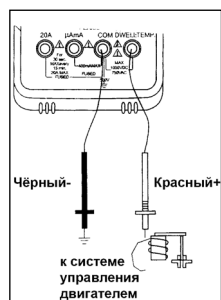

Рис. 2
- Подключите красный щуп к проводу цепи (цепи клапана регулирования состава смеси), черный щуп – к заземлению (см. рис. 2).